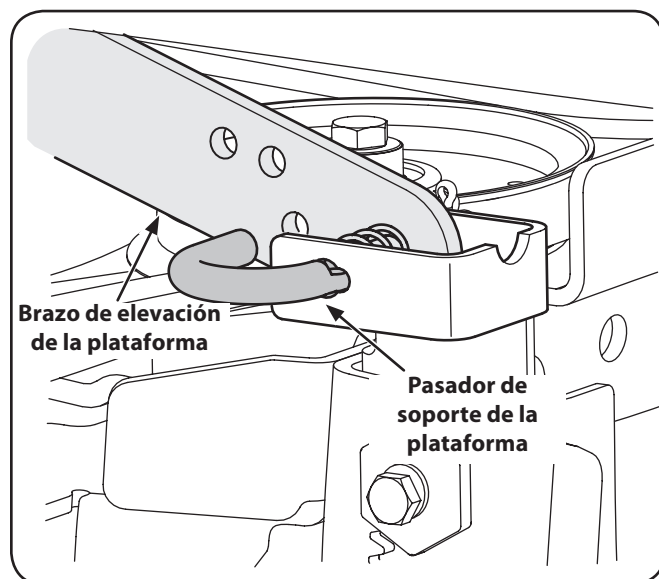

Figura 7-3
6. Tire hacia afuera el pasador de soporte de la plataforma para separar la misma del brazo de elevación de la plataforma. Vea la Figura 7-3.